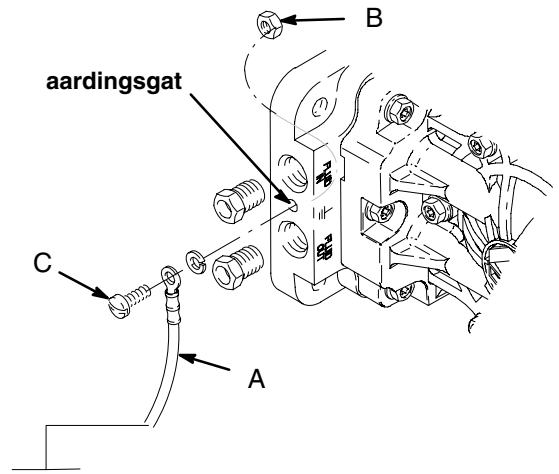

Fig. 1
Pompen van polypropyleen en PVDF zijn **niet** geleidend. Bij het pompen van geleidende ontvlambare vloeistoffen moet het vloeistofstelsel **altijd** geaard worden. Zorg ervoor dat het een doorlopende elektrische verbinding heeft met een goed aardingspunt, zie Fig. 1. Gebruik **nooit** een polypropyleen pomp met niet-geleidende brandbare vloeistoffen, zoals opgegeven door uw plaatselijke brandbestrijdingsvoorschriften.
Pomp: Sluit een aarddraad (A) en een klem, onderdeel 819.0157, aan. Zie Fig. 1. De aardingspunten voor de pomp bevinden zich op het spuitstuk tussen de inlaat- en de uitlaatpoorten. Gebruik de moer (B) en de bout (C) die met de pomp zijn meegeleverd en voer de installatie als volgt uit: